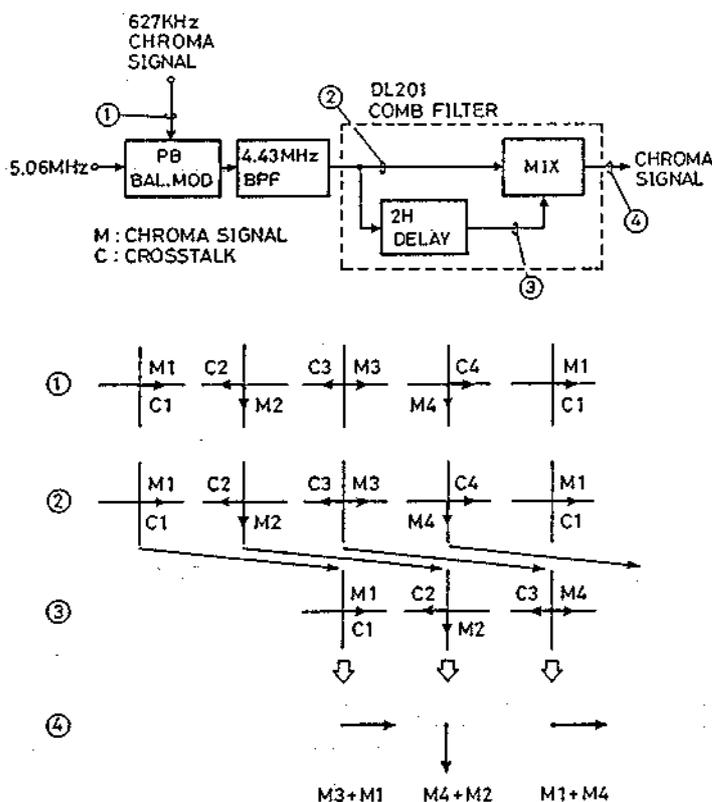

Abb. 5.28 Übersprechlösung
(5) Kammfilter (DL201: COMB FILTER, Abb. 5.28)